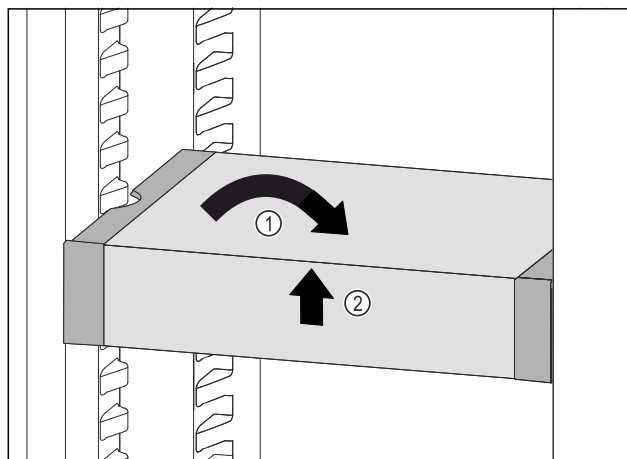

Fig. 113
- ▶ VarioSafe ustawić prosto. Fig. 113 (1)
- ▶ VarioSafe unieść z przodu. Fig. 113 (2)